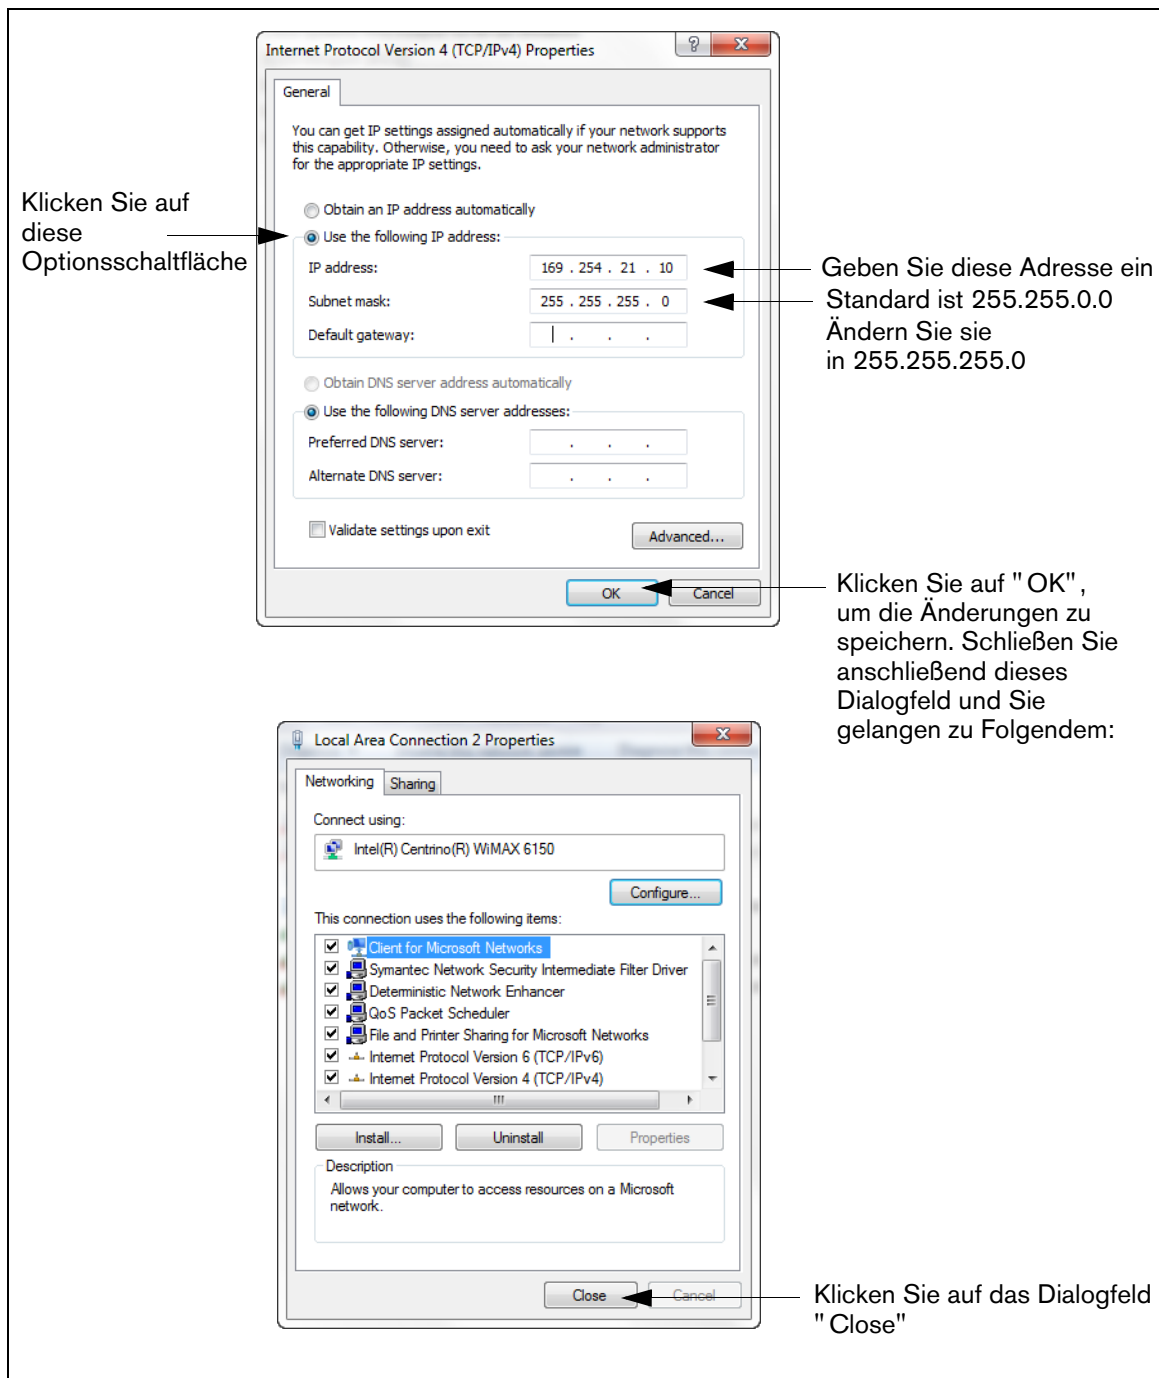

Abbildung A-3. Auswahl des Dialogfelds "Internetprotokoll-Version 4 (TCP/IPv4)" – Eigenschaften
5. Wenn das Dialogfeld "Internet Protocol Version 4 (TCP/IPv4) Properties" geöffnet wird, nehmen Sie die in Abbildung A-3. gezeigte Auswahl vor.